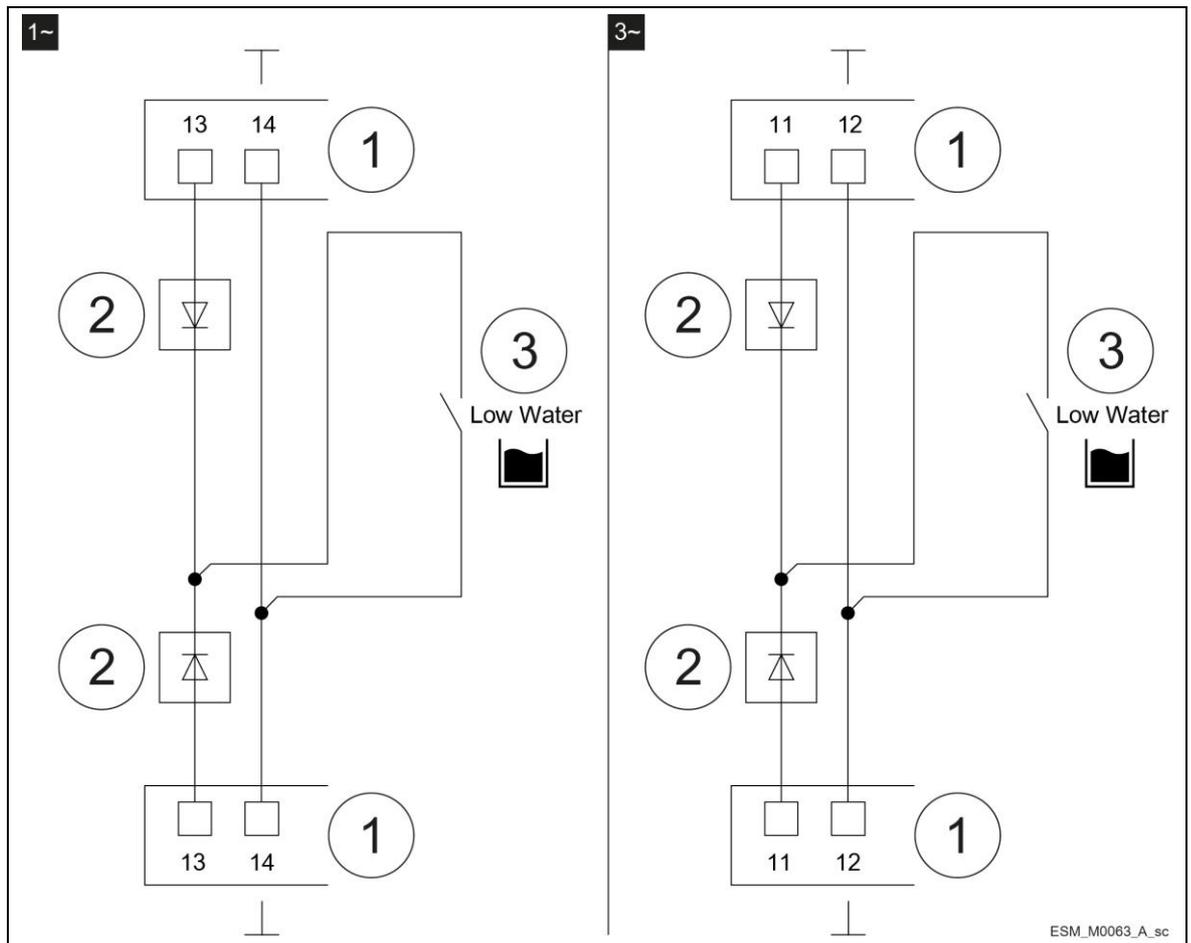

Figura 12: Díodo
- Quando o modo duplo é ativo, se for utilizado um único contacto externo para falta de água para ambas as unidades (terminais 13-14 para versão monofásica, terminais 11-12 para versão trifásica), devem ser inseridos dois díodos, respeitando a polaridade entre os contactos das 2 unidades. Consultar a figura 12.